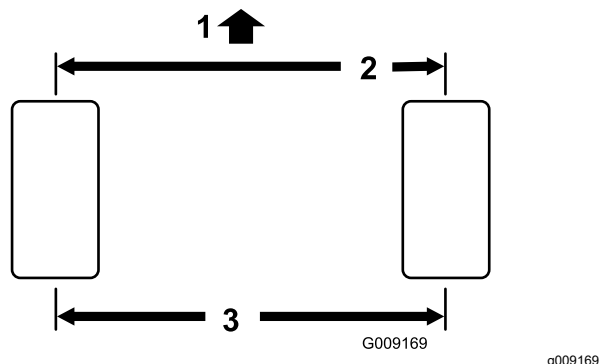

Figura 60
1. Meça a distância de centro a centro (à altura do eixo) na zona dianteira e traseira dos pneus da direção (Figura 60).